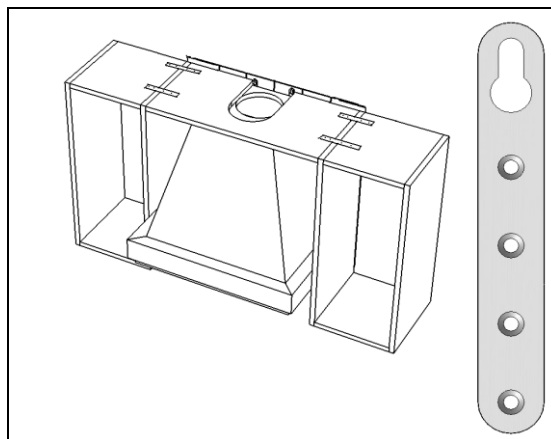

Рис. 19
6. Установить над коробом горизонтальный щит из ДСП (если он предусмотрен проектом). Лицевую часть его может закрывать декоративная накладка из массива. Перед монтажом в щите необходимо сделать вырез для пропуска гофротрубы. Щит крепить между навесными шкафами с помощью нерегулируемых подвесов шурупами 4x16 (Рис. 19).